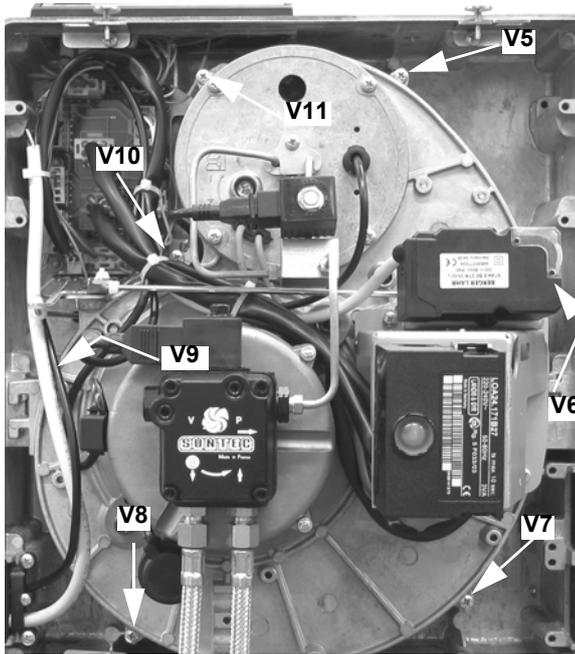

Fig. 44
- Retirez les 7 vis V5 - V11 qui fixent la plaque des composants (Fig. 44).
- Remonter la plaque des composants du brûleur et serrer les 6 vis V5 - V11 (Fig. 44).